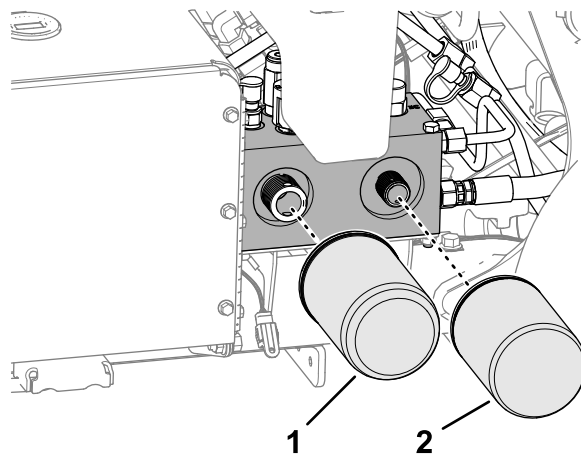

Рисунок 181
2. Поместите поддон под фильтры, снимите старые фильтры и начисто протрите поверхность прокладки переходника фильтра (Рисунок 181).